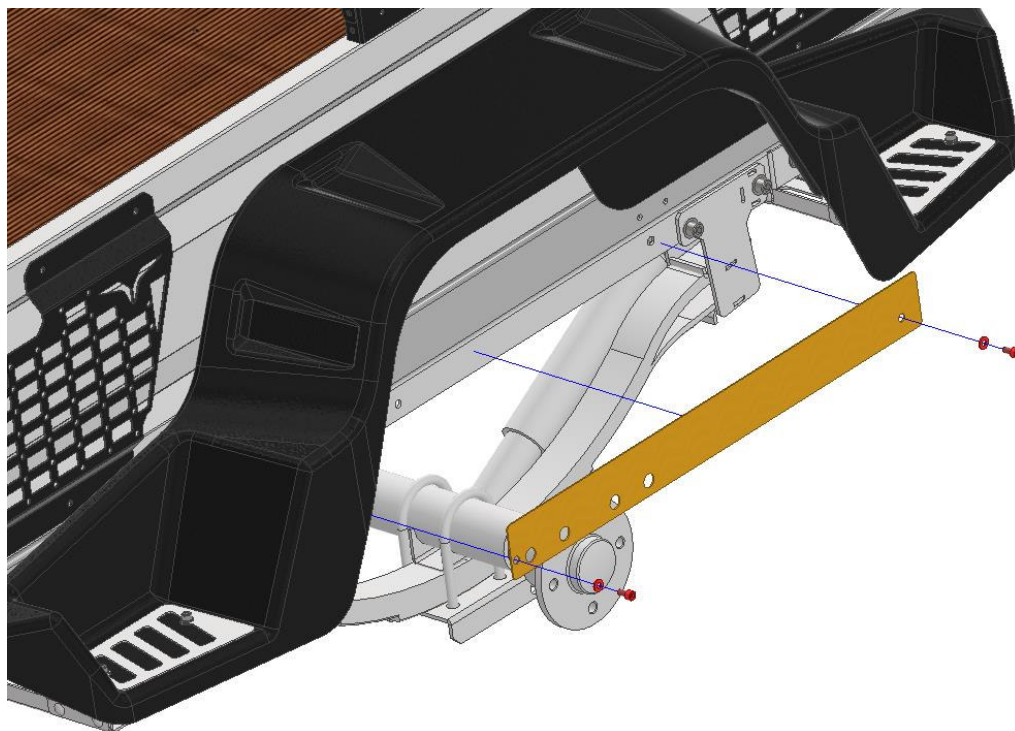

Рис.10 Установка пластин
- Зафиксировать пластины винтами М6 как показано на Рис. 10 (колесо на схеме условно не показано)